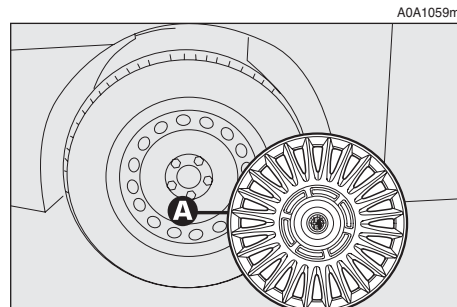

fig. 4
- Enlever l'enjoliveur (A-fig. 4) (seulement pour les versions avec jantes en acier)